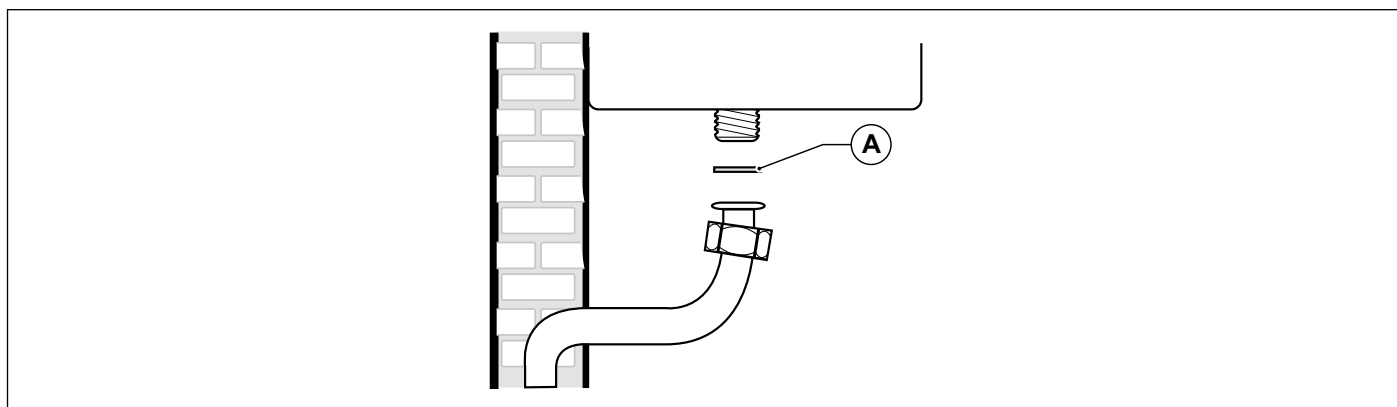

Fig. 21 Allacciamento alla rete del gas
E' **OBBLIGATORIO**, per collegare l'attacco gas della caldaia alla tubazione di alimentazione, interporre una guarnizione (A) a battuta di misure e materiali adeguati (vedi Fig. 21 Allacciamento alla rete del gas).